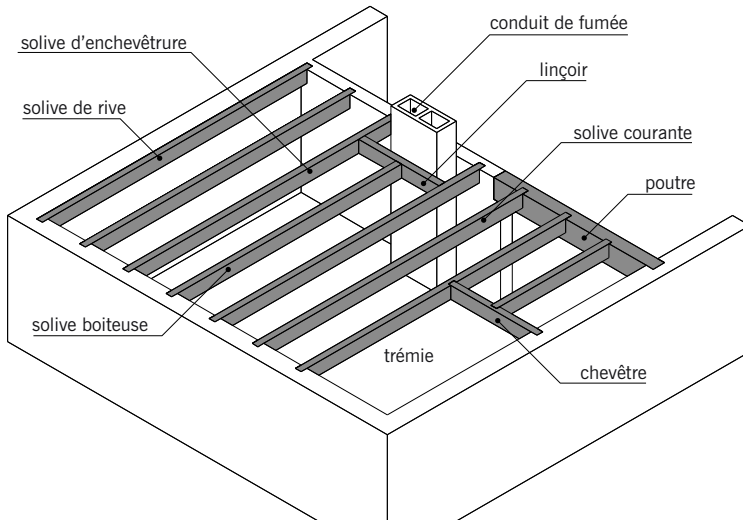

fig. 4.21
On appelle **solivage** l'ensemble de solives d'un plancher. On distingue plusieurs types de solives (fig. 4.21) :
■ La **poutre** (fig. 4.21) : longue pièce de bois, horizontale, de forte section (au moins 15-cm x 20-cm) sur laquelle reposent les solives. La poutre principale d'un plancher en bois est appelée **poutre maîtresse**. On appelle **poutraison** l'ensemble des poutres qui constituent l'ossature d'un plancher. Il existe également des **poutres composites** analogues aux solives composites.
■ Le **chevêtre** (fig. 4.21) : pièce de bois disposée parallèlement à un mur et à distance de celui-ci pour ménager un espace libre dans le plancher (trémie). Le chevêtre prend appui sur les solives d'enchevêtre et supporte l'extrémité de solives boiteuses.
■ Le **linçoir** (fig. 4.21) : sorte de chevêtre mis en place devant un conduit de fumée, un ébrasement de baie ou une portion de mur inapte à supporter les solives. La principale différence entre le linçoir et le chevêtre est que ce dernier est beaucoup plus éloigné du mur.